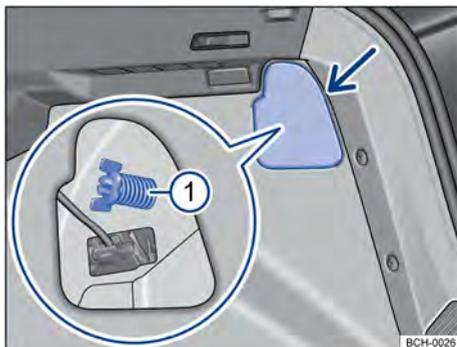
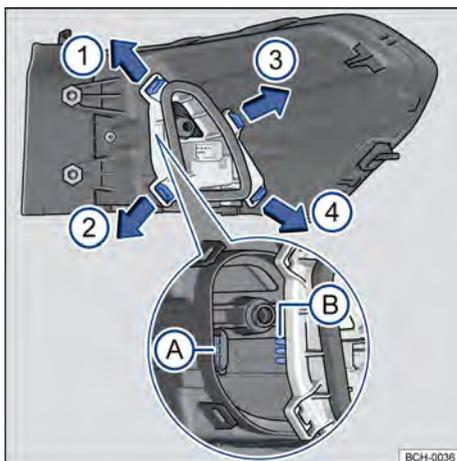

Fig. 167 En el maletero: desmontar la cubierta y retirar el tornillo mariposa ① (fragmento ampliado).
Fig. 168 Linterna trasera: desmontar el portalámparas.
- Para abrir la cubierta de la lámpara, girar el útil de retención → fig. 167 (flecha).
- 5 Aflojar el tornillo mariposa ① (fragmento ampliado) y retirarlo, sosteniendo, al mismo tiempo, la linterna trasera.
- 6 Tirar con cuidado de la linterna trasera hacia afuera, para desengancharla de la carrocería → ①.
- 9 Para desbloquear el soporte de las lámparas, presionar cada uñeta de trinquete → fig. 168 en el sentido de las flechas.
- 15 Instalar el soporte de las lámparas en el grupo óptico trasero, prestando atención al ajuste de las láminas de contacto en la carcasa → fig. 168 A y B. Las lengüetas de traba deben encajar de forma audible en la secuencia → fig. 168 ①, ②, ③ y ④.
- 18 Sostener la luz trasera en la posición de montaje con una de las manos y atornillar con la otra el tornillo mariposa → fig. 167 ①.